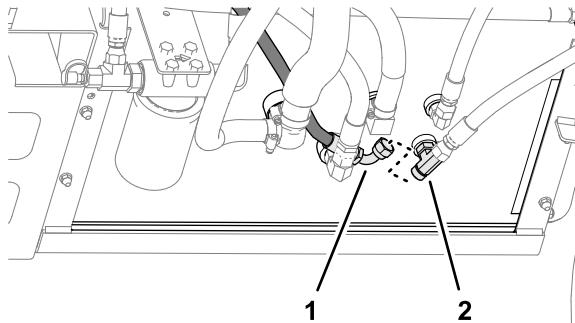

Figura 66
1. Desencaixe o tubo de retorno da válvula de direção da união em T na parte inferior do depósito hidráulico (Figura 66).